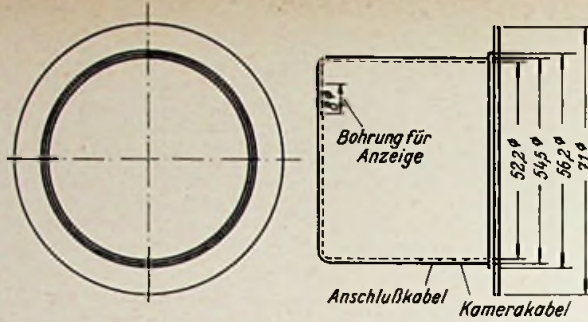
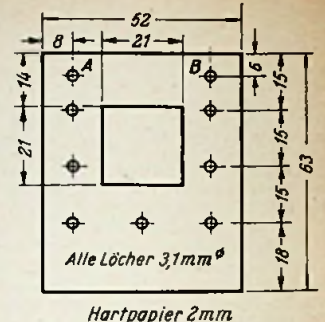
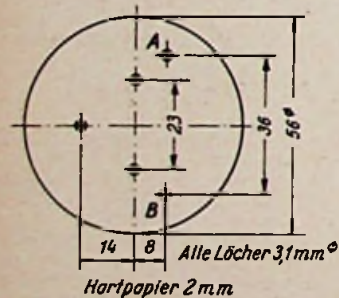

Bild 4. Aluminiumtopf für den Reflektorteil
Bild 5. Rechteckige Isolierplatte für den Reflektorteil
Bild 6. Runde Isolierplatte für den Reflektorteil
Der Reflektorteil besteht aus dem Alu-minium-Gehäuse (Bild 4) mit Schaltplatte (Bild 5 und 6) und dem Reflektor. In den Ausschnitt der Platte Bild 5 wird die Zündspule eingeklebt. Die Leitung von der Zündspule bis zur Blitzröhre muß kurz sein. An die Punkte A und B wird mit zwei Winkeln die Isolierscheibe Bild 6 festgeschraubt. In die anderen Bohrungen werden Nietlösen eingienietet, an denen
Beim Zusammenbau kommt die isolier-scheibe Bild 6 in den eingedrückten Ring des Topfes Bild 4 zu liegen. Sie wird dann beim Verschrauben mit dem Reflektor festgehalten. Zum Schutze der Röhre wird empfohlen, vor dem Reflektor eine Plexiglasscheibe mit zwei Winkeln an-zuschrauben.
- 2 Isolierscheiben Bild 5 u. 6)